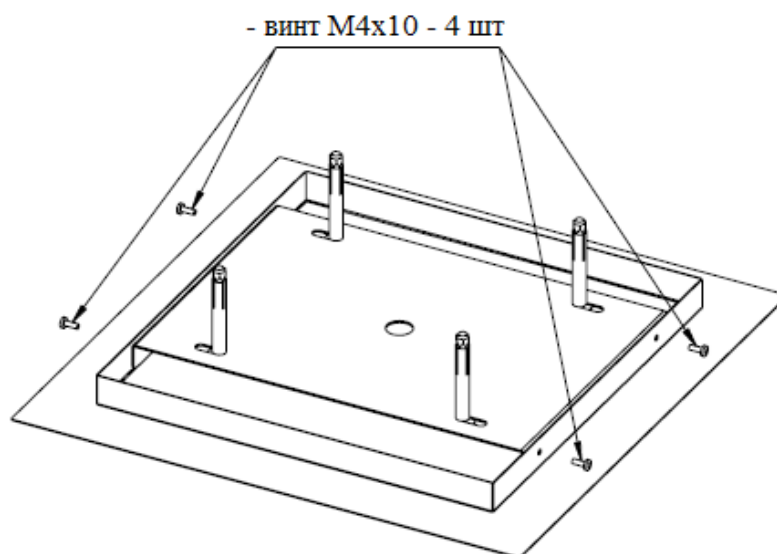

Рис. 2
3. Таким образом, подготовленную подвесную панель необходимо прикрутить к держателю, прикрепленному к потолку с помощью четырех винтов М4х10 (рис. 2).